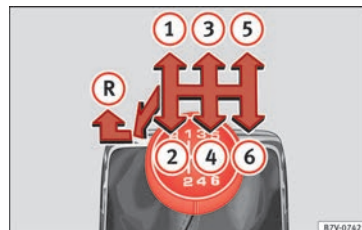

Fig. 47 Grille des vitesses de la boîte mécanique à 6 vitesses.
Les positions des vitesses sont représentées sur le levier de vitesses » **fig. 47**.
- Au point mort, appuyez sur le levier de vitesses, déplacez-le complètement vers la gauche puis vers l'avant pour passer la marche arrière » **fig. 47** **R**.